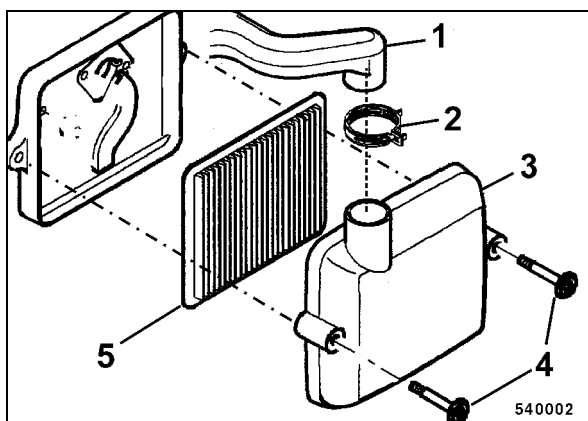

рис. 57
- Ослабить хомут для шланга (2) (рис. 57) и снять воздухопроводящий шланг (1) с корпуса воздушного фильтра.
- Выкрутить два крепежных винта (4) и снять крышку (3) с корпуса воздушного фильтра.
- Вынуть воздухоочиститель с сухим фильтрующим элементом (5) из корпуса.